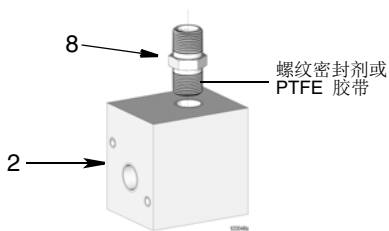

图 8
1. 用 PTFE 胶带或螺纹密封剂将管道接头 (8) 的螺纹包起, 如图 8 所示。将管道接头 (8) 安装在歧管 (2) 的开口内。牢牢拧紧。请参见图 8 确定正确的安装位置。